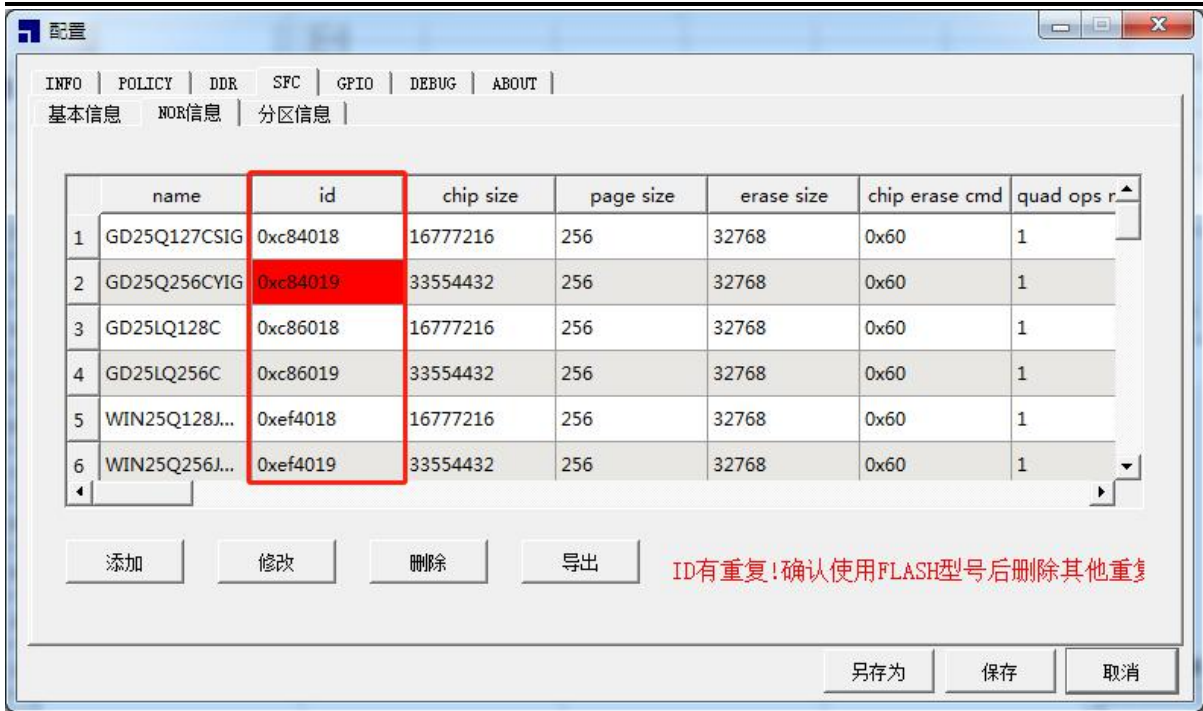

图 3-4 NOR ID 查询界面
(1) 合并镜像功能配置选项描述：
① Nor ID：属于“合并镜像”功能的配置选项，在合并镜像之前，如果要将 NOR 信息参数合并到 uboot 镜像中，此处填写要被合并到 uboot 镜像中 nor flash 的 id, 可用 nor flash id 从 SFC 界面/NOR 信息界面中的 id 列表中查询，如图 3-4 所示。
从 SFC 界面/NOR 信息界面中的 id 列表中查询选择 id，如图 3-4。